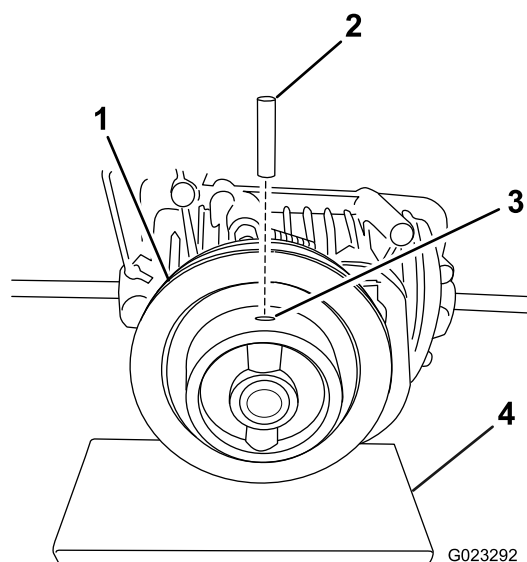

Figura 1
4. Aplique fijador de roscas Loctite® 454 (o equivalente) en uno de los extremos del taladro de la polea (Figura 1).
Nota: Apoye la polea al insertar el pasador para evitar crear tensiones excesivas sobre el eje primario (Figura 1).